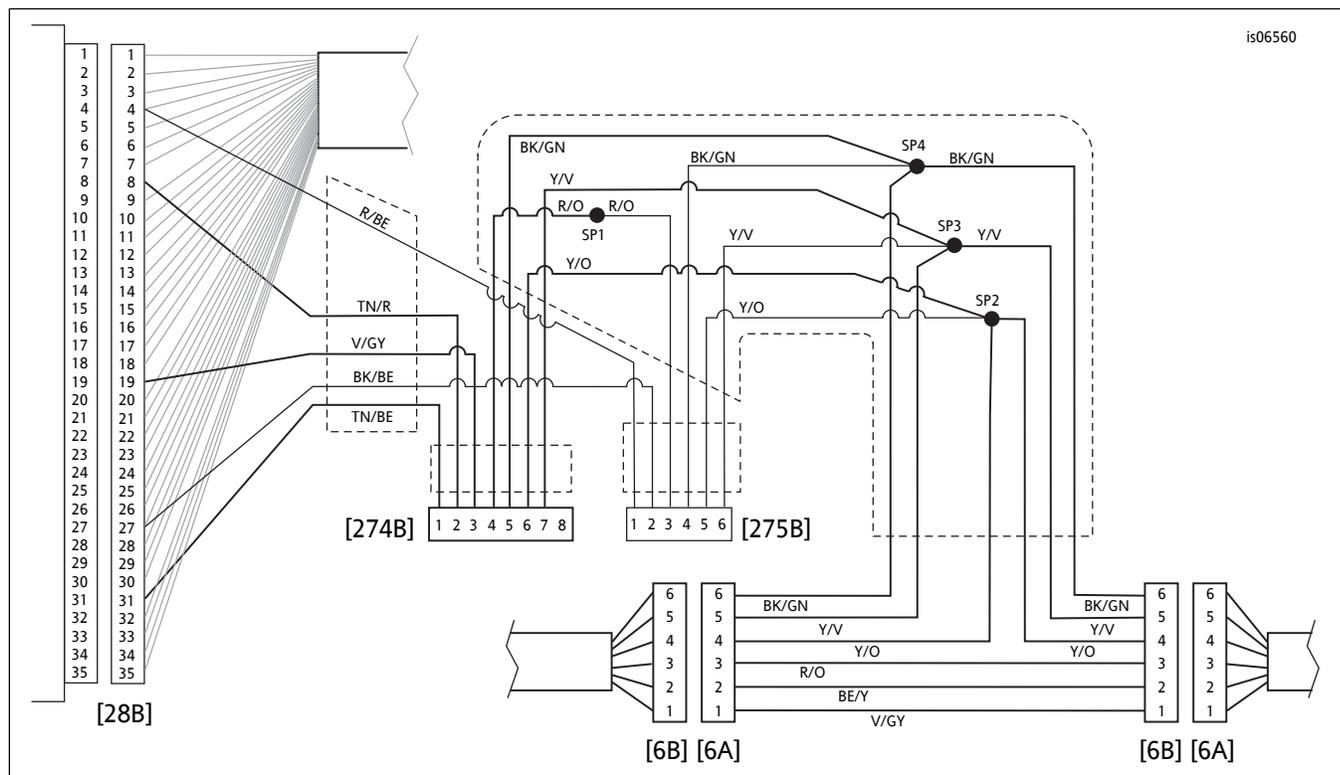
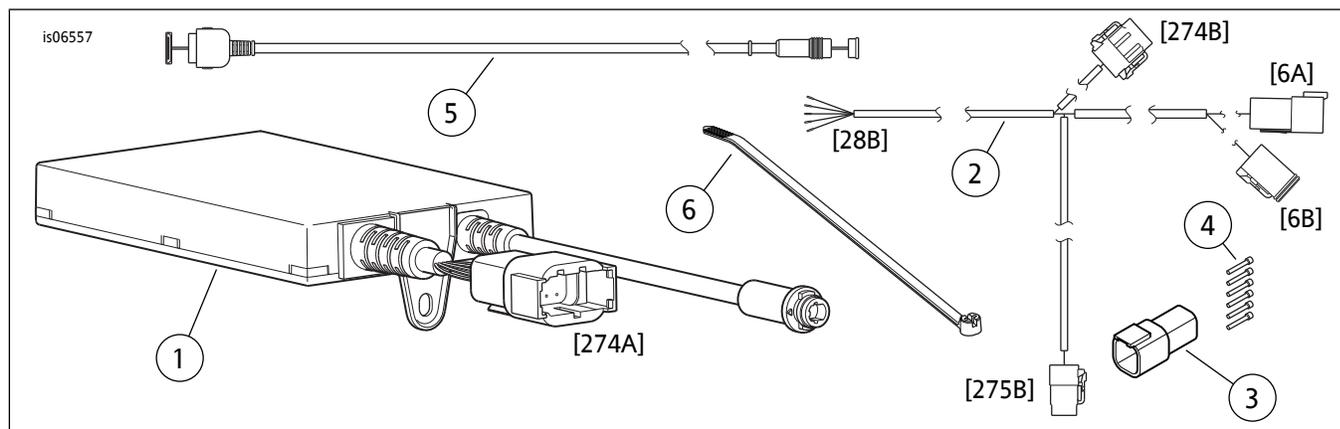

图3。布线图，iPod/导航接口模块
图4。维修零件，iPod接口模块
参见图4和表1。
3. 收音机背面不带35路连接器的车型：取出连接器套件(零件编号69200033，单独购买)，根据该套件中的说明安装电线接线端和密封塞。收音机背面带有35路连接器的车型：参见图3和图4。从收音机背面拔掉35通道连接器[28B]。遵循维修手册附录中的说明从空腔8、19和31中拆下密封插针。如下所述，将iPod/NIM线束的三条带有接线端的电线插入连接器[28B]：